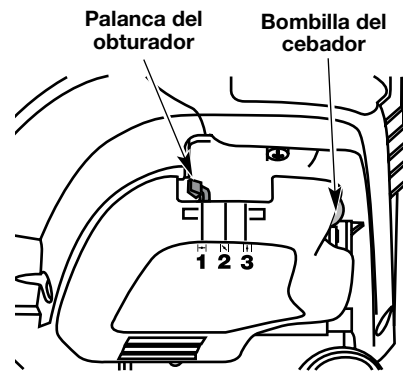

Fig. 20
4. Oprima completamente el cebador y suéltelo 10 veces. Hágalo lentamente. Se deberá ver un poco de combustible en el cebador y en las tuberías de alimentación de combustible (Fig. 20). Si no puede ver el combustible en el cebador, oprímalo y suéltelo tantas veces como sea necesario hasta que vea combustible en el mismo.
5. Coloque la palanca del obturador en **Posición 1** (Fig. 20).
7. Coloque la palanca del obturador en **Posición 2** (Fig. 20).
10. Coloque la palanca del obturador en **Posición 3** (Fig. 20) la unidad está lista para usarse.